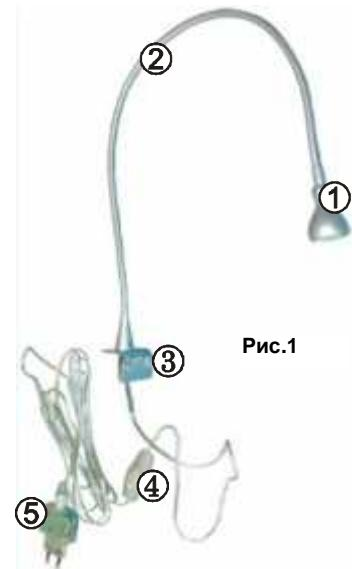

Рис.1
2.1 Зафиксировать **ЛЮКС** (рис.1), обеспечив оптимальное освещение рабочей зоны, на устойчивой (закрепленной) поверхности одним из следующих способов: